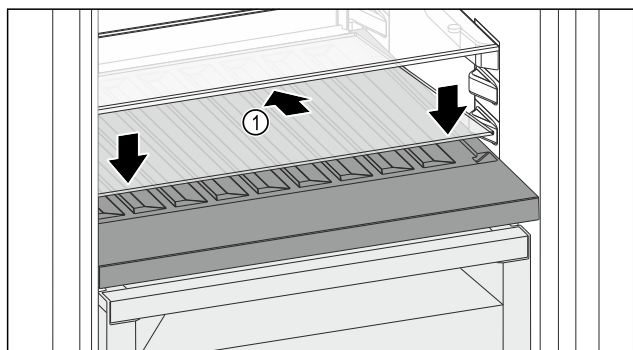

Fig. 223
- Posizionare il ripiano di vetro *Fig. 223 (1)* inclinato indietro e verso il basso.
- Abbassare la parte anteriore del ripiano di vetro *Fig. 223 (1)*.